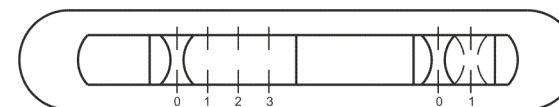

рис. 7
7.2.1 Ползунковый переключатель (рис.7).